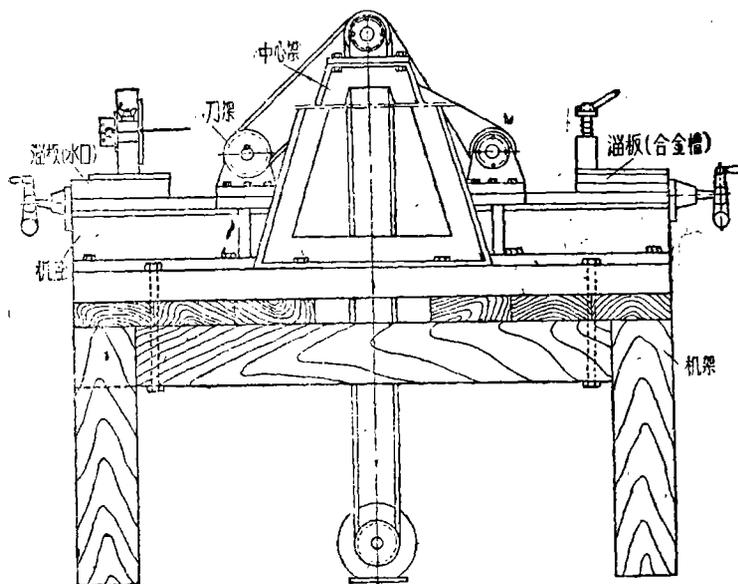

图1 簡易銼制鑽头合金槽的銼口机
(1) 銼合金槽：利用簡易銼口机（如图1）銼制鑽头合金槽，从装卸工作物到整个銼制过程，每銼一个鑽头只須1分30秒鐘，每小班可銼出鑽头250个以上，而关系銼切快慢最主要的因素是刀具的鋒利程度和进刀量的掌握。进刀量过大，刀具损坏，銼切慢；而进刀量过小，显然銼切也慢，因此必須保持进刀量适当。